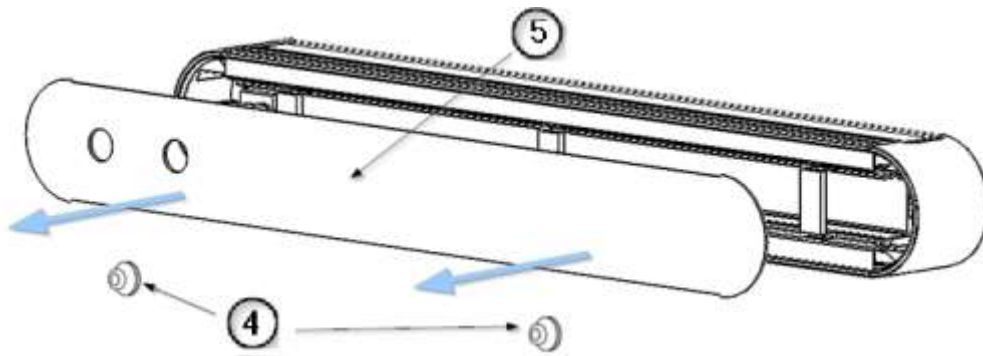

Abb. 3 Entfernen der Frontplatte
- Entfernen Sie die Schrauben M4 x 8 DIN 7505 (3), mit denen die Clip-Laschen der Frontblende (2) befestigt sind. Die Halterung (1) ist an der Frontblende befestigt.
- Entfernen Sie die Frontabdeckung (5) mit Hilfe von zwei Saugnäpfen (4), wie in Abbildung 3 dargestellt, um die im Gerät vorinstallierten Gasanschlüsse freizulegen.